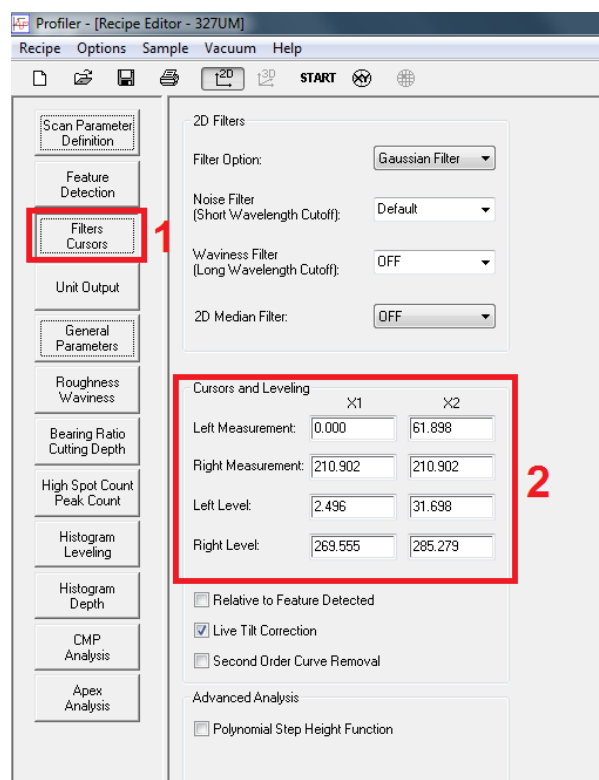

Figure 17 : Recipe editor – Filters cursors
Revenir sur la fenêtre « Recipe editor » (figure 17) et cliquer sur « Filters cursors » (1) pour pouvoir déterminer le positionnement des curseurs de niveau et de mesure afin que cela puisse se faire automatiquement. Dans les paramètres des curseurs (figure 17), renseigner les abscisses X1 et X2 des deux curseurs de niveaux ainsi que des deux curseurs de mesures.